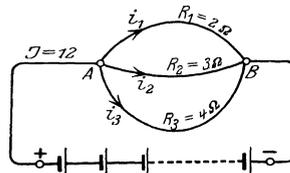

Abb. 13. Schaltung zu Aufgabe 72.
72. Ein Strom von 12 [18] (100) A teilt sich im Punkte A der Abb. 13 in drei Zweige, deren Widerstände $R_1 = 2 \Omega$, $R_2 = 3 \Omega$ und $R_3 = 4 \Omega$ sind. Gesucht: